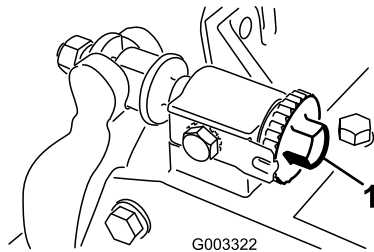
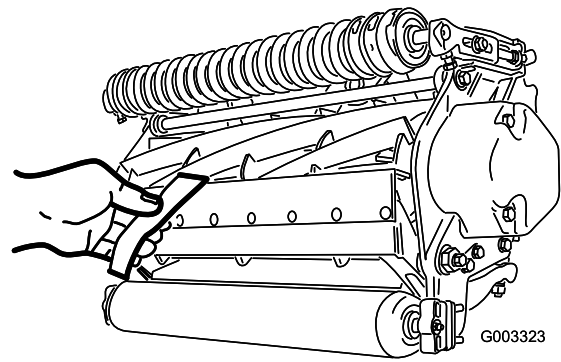

Figura 16
Figura 17
1. Coloque la máquina en una superficie de trabajo plana y nivelada. Asegúrese de eliminar el contacto con el molinete girando los tornillos de ajuste de la barra de asiento en el sentido contrario a las agujas del reloj (Figura 16).
Importante: Asegúrese de que las tuercas de los extremos de los tornillos de ajuste de la barra de asiento no están apoyadas en la superficie de trabajo (Figura 16).
3. En un extremo del molinete, inserte una tira de papel de periódico entre el molinete y la contracuchilla (Figura 17). Mientras gira el molinete lentamente hacia adelante, gire en el sentido de las agujas del reloj el tornillo de ajuste de la barra de asiento (Figura 16) (en el mismo extremo del molinete), un clic a la vez, hasta que el papel quede ligeramente aprisionado cuando se inserta desde delante, paralelo a la contracuchilla. Se notará una ligera resistencia al tirar del papel.
5. Cuando termine el ajuste, compruebe si el molinete 'pellizca' un papel cuando se inserta desde delante, y si corta el papel cuando se inserta perpendicular a la contracuchilla (Figura 17). Debe ser posible cortar el papel con un contacto mínimo entre la contracuchilla y las cuchillas del molinete. Si se nota una resistencia excesiva del molinete, será necesario afilar o amolar la unidad de corte para conseguir los filos necesarios para un corte de precisión (consulte el Manual de afilado de molinetes de Toro (Sharpening Reel and Rotary Mowers, Impreso N° 80-300PT)).